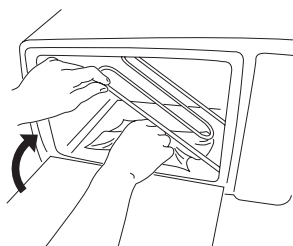

рис. 10
Для облегчения очистки внутренней части печи необходимо поднять нижнее сопротивление (L), потянув вверх в сторону правой стенки (см. рис. 10).